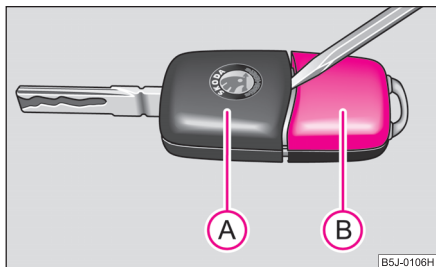

Abb. 18 Schlüssel mit Funk-Fernbedienung trennen
Jeder Funk-Schlüssel enthält eine Batterie, die im Deckel (B) des Sendergehäuses untergebracht ist ⇒ Abb. 18. Wir empfehlen Ihnen, die Schlüsselbatterie von einem Škoda Servicepartner wechseln zu lassen. Falls Sie jedoch die verbrauchte Batterie selbst wechseln wollen, gehen Sie wie folgt vor:
- Hebeln Sie das Schlüsselteil (A) ⇒ Abb. 18 vorsichtig mit einem Schraubendreher vom Sendergehäuse (B) ab.